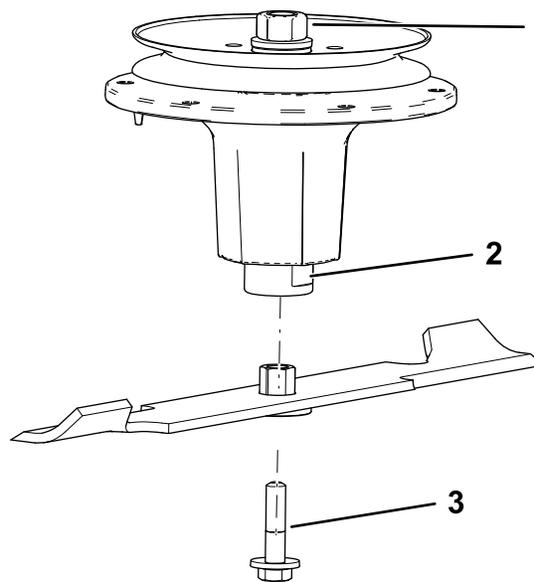

Bild 110
- Montieren Sie die Buchsen-/Messerbaugruppe auf der Spindelwelle (Bild 110).